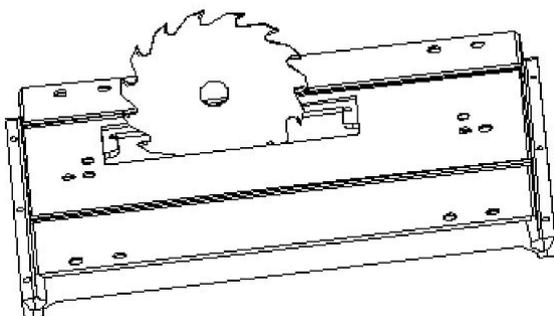

Abb. 21: Einbau des Sägeblatts TKS 200
Schritt 2: Setzen Sie das Sägeblatt auf den Flansh und befestigen Sie es mit der Schraube. Achten Sie auf die korrekte Richtung der Sägeblattzähne (Abb.21).